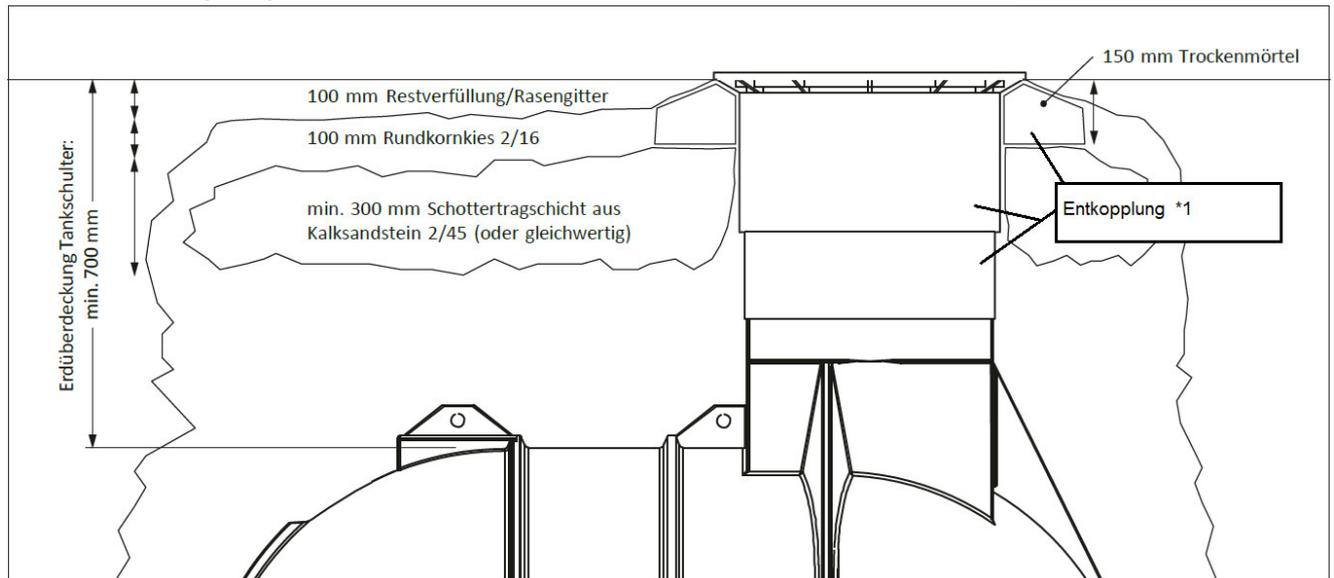

Abbildung 5: Bauseitige Herstellung eines befahrbaren Überbaus mit Teleskopdom
Der Erdtank ist für Verkehrsflächen der Klasse A nach EN 124 vorgesehen (Radfahrer, Fußgänger) und unter Einhaltung spezieller Einbaumaßnahmen PKW-befahrbar: **PKW-befahrbarer Teleskopdom (95.0050.0072)**, belastbar mit 15kN / 1500kg (niedrige Geschwindigkeit überfahrbar, Mindesterdüberdeckung der Tankschulter (Hü) = 700 mm ==> siehe Abbildung 5).
- Ergänzend zur Schottertragschicht wird **unterhalb des Rahmens des Teleskopdoms** eine ca. 150 mm hohe Unterfütterung aus Trockenmörtel (Fertigmischung aus dem Baumarkt) aufgebracht. Diese Schicht muss umlaufend min. 200 mm breit sein und ist direkt am Teleskopdom auszuführen. **Entkopplung *1 Abbildung 5**
In ==> Abbildung 5 sind die verschiedenen Schichten am Beispiel eines Ozeanis 3300 L Erdtanks dargestellt.